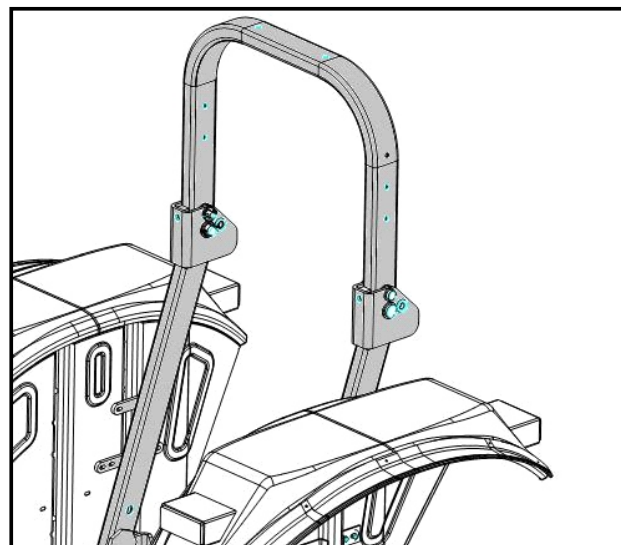

Fig. 4-38
Traktor je opremljen sa sigurnosnim ramom (zaštita u slučaju prevrtanja) (Fig 4-38), koji je montiran iza vozačevog sedišta i u skladu sa važećim OECD i EEC standardima. Zaštitni ram sastoji se iz dva dela, jednog gornjeg i jednog donjeg, koji su spojeni zajedno.
Ukoliko traktor mora proći kroz niske prolaze ili da bude parkiran tu, za potrebe odrađivanja, i gornji deo zaštitne strukture mora biti savijen pod određenim uglom, upamtite da pri tome nema dovoljno zaštite za vozača i da postoji velika opasnost od ozbiljnih povreda. Obavezno nakon korišćenja u niskim prostorima, podignite zaštitnu strukturu u prvobitni uspravan položaj (Fig 1-38) pre nastavljanja bilo kakvog rada. Pratite sledeće procedure ukoliko je neophodno da spustite zaštitnu strukturu iz gore pomenutih razloga (Fig. 4-38)
- Ukonite fiksirajuće klinove (2)
- Okrenite zaštitnu strukturu (1) dok se ne zaustavi na ustavljačima.
- Pre ponovnog korišćenja traktora, na bilo koji način vratite zaštitnu strukturu (1) nazad u uspravnu poziciju (Fig 4-38) izvodeći prethodno opisane operacije obrnutim redosledom. Fiksirajte klinovima.